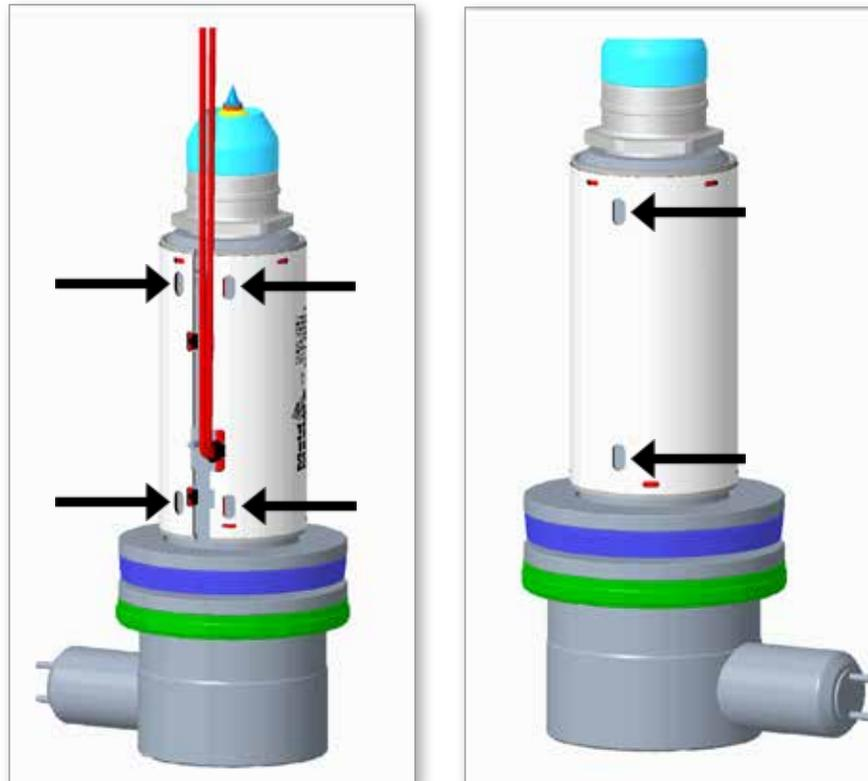

Figura 5-14 Ranuras en la manga de calentador de emergencia
2. Utilice las ranuras de la manga de calentador de emergencia para sacarlo de la boquilla. Consulte la Figura 5-14.